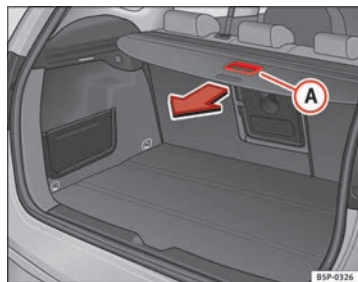

Fig. 123 Actionnement de la plage arrière
- Tirez sur le tirant **(A)** de la plage arrière jusqu'à ce qu'un « clic » se fasse entendre ⇒ fig. 123.